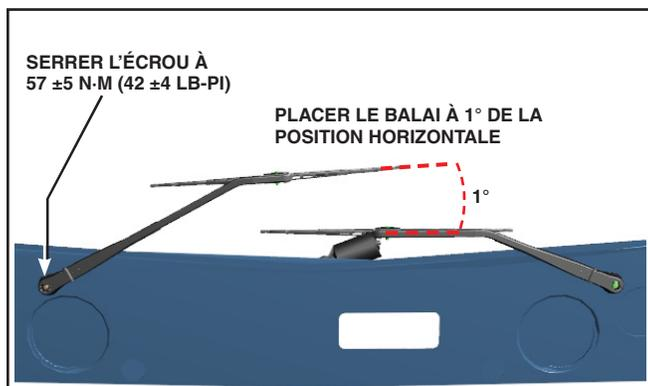

Figure 7 - Positionnement du bras d'essuie-glace côté trottoir
8. Orienter le bras de façon à ce que le balai d'essuie-glace soit à 1° de la position horizontale, vers le haut. Voir Figure 7.
9. Tout en maintenant le bras d'essuie-glace en place, serrer l'écrou du bras d'essuie-glace au couple de serrage indiqué en Figure 7.